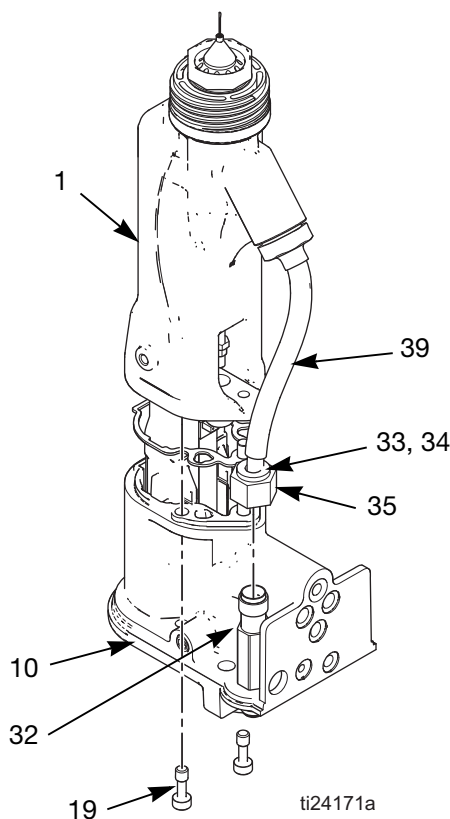

Fig. 26. Démontage du canon
3. Enlevez la protection (26) du pistolet.
4. Desserrez avec précaution l'écrou du raccord de fluide (35). Sortir le tube (39) du raccord (32). Assurez-vous que les deux viroles (33, 34) et l'écrou restent sur le tuyau. Voir FIGURE 26.
6. Desserrez les deux vis (19). Voir FIGURE 26.
7. Maintenez le corps du pistolet (10) d'une main et extrayez le canon (1) du corps en le tenant dans l'axe. Voir FIGURE 26.